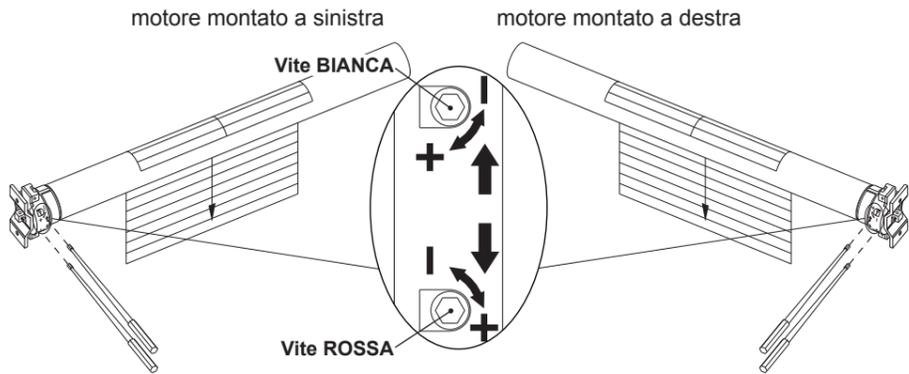

Fig. 3
3.1 Regolazione per tapparelle (Fig.3)